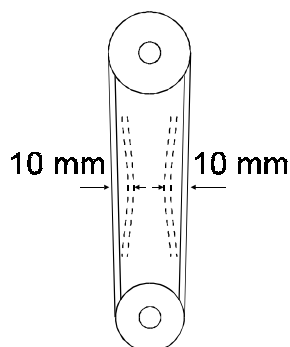
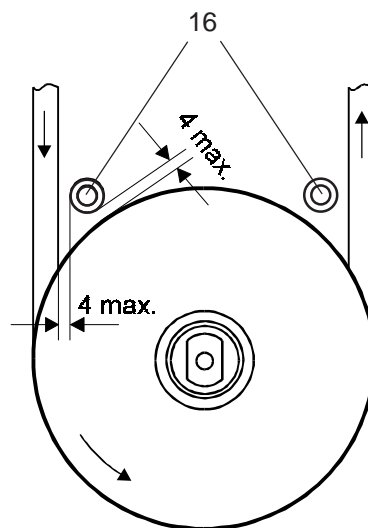

Figura 6.2
Figura 6.6
La correa está correctamente tensada cuando los dos lados de la correa de marcha inversa con una longitud $l = 1.060$ mm pueden ser oprimidos en unos 20 mm con una presión (fuerza de presión $F = 10$ N) entre el pulgar y el dedo índice del montador (figura 6.2).
- Aflojar el seguro de caída de la correa (8) y los dos seguros de entrada de la misma (16) y desplazarlos hacia fuera.
- Colocar la chaveta de ajuste (3) en la ranura del árbol del motor (4).
- Montar la polea para correa trapezoidal (5) en el árbol del motor (4) de tal manera que la chaveta de ajuste (3) encaje en la ranura del taladro de la polea para la correa trapezoidal.
- Apretar axialmente en el árbol del motor la polea para correa trapezoidal (5) por medio de la tuerca (6)
- Asegurar la tuerca (6), apretando el tornillo de seguridad (7).
- Colocar la correa y tensarla sobre la articulación (9) entre la consola (10) y la suspensión del motor (11). (Véase la figura 6.2).
- Alinear, según la marcha de la correa, la parte inferior de protección de la misma (1) y apretarla con los tornillos (2).
- Desplazar el seguro de caída de la correa (8) en dirección de la polea para la correa trapezoidal (distancia máx. de 3 mm) y apretarlo.
- Desplazar hacia el interior el seguro de entrada de la correa (16) por el lado de entrada hasta que la distancia entre el cilindro de seguro y la polea trapezoidal y el cilindro de seguro y la correa no sea superior a 4 mm, respectivamente, (véase la figura 6.6). Apretar en la posición correcta el seguro de entrada de la correa.